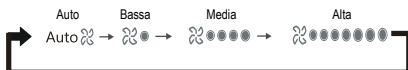

Fig. 3.8
- 2) 3 velocità del ventilatore: la velocità della ventola varia secondo la Fig. 3.8.